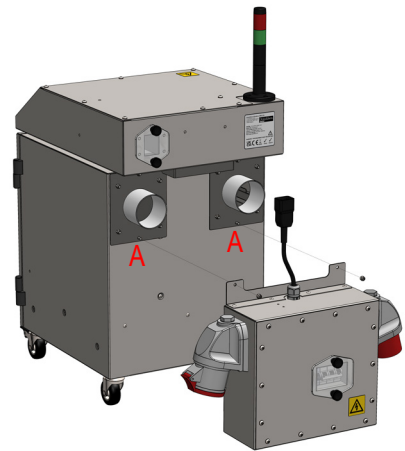

Figure 1
3. À l'aide d'un outil M5, retirez les deux boulons inférieurs au niveau des embouts mâles du système (voir le point « A » sur la figure 1).